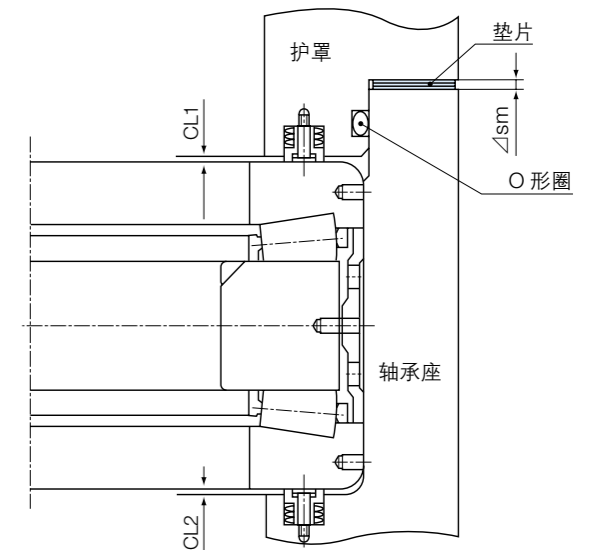

图 3.45 装上预紧弹簧后的状态
(7) 拆下压盖装上设定厚度 Δsm 的垫片。
(8) 由轴承座内拆下夹具，装上预紧弹簧后，再次将轴承装入轴承座内。
(9) 将 O 形密封圈及预紧弹簧装在压盖上，再将压盖装在轴承座上。
(10) 拧紧压盖紧固螺栓，使螺栓均匀受力拧紧。
(11) 装完之后，确认 $CL1 + CL2 = 0.5$ (mm)。（见图 3.45）。